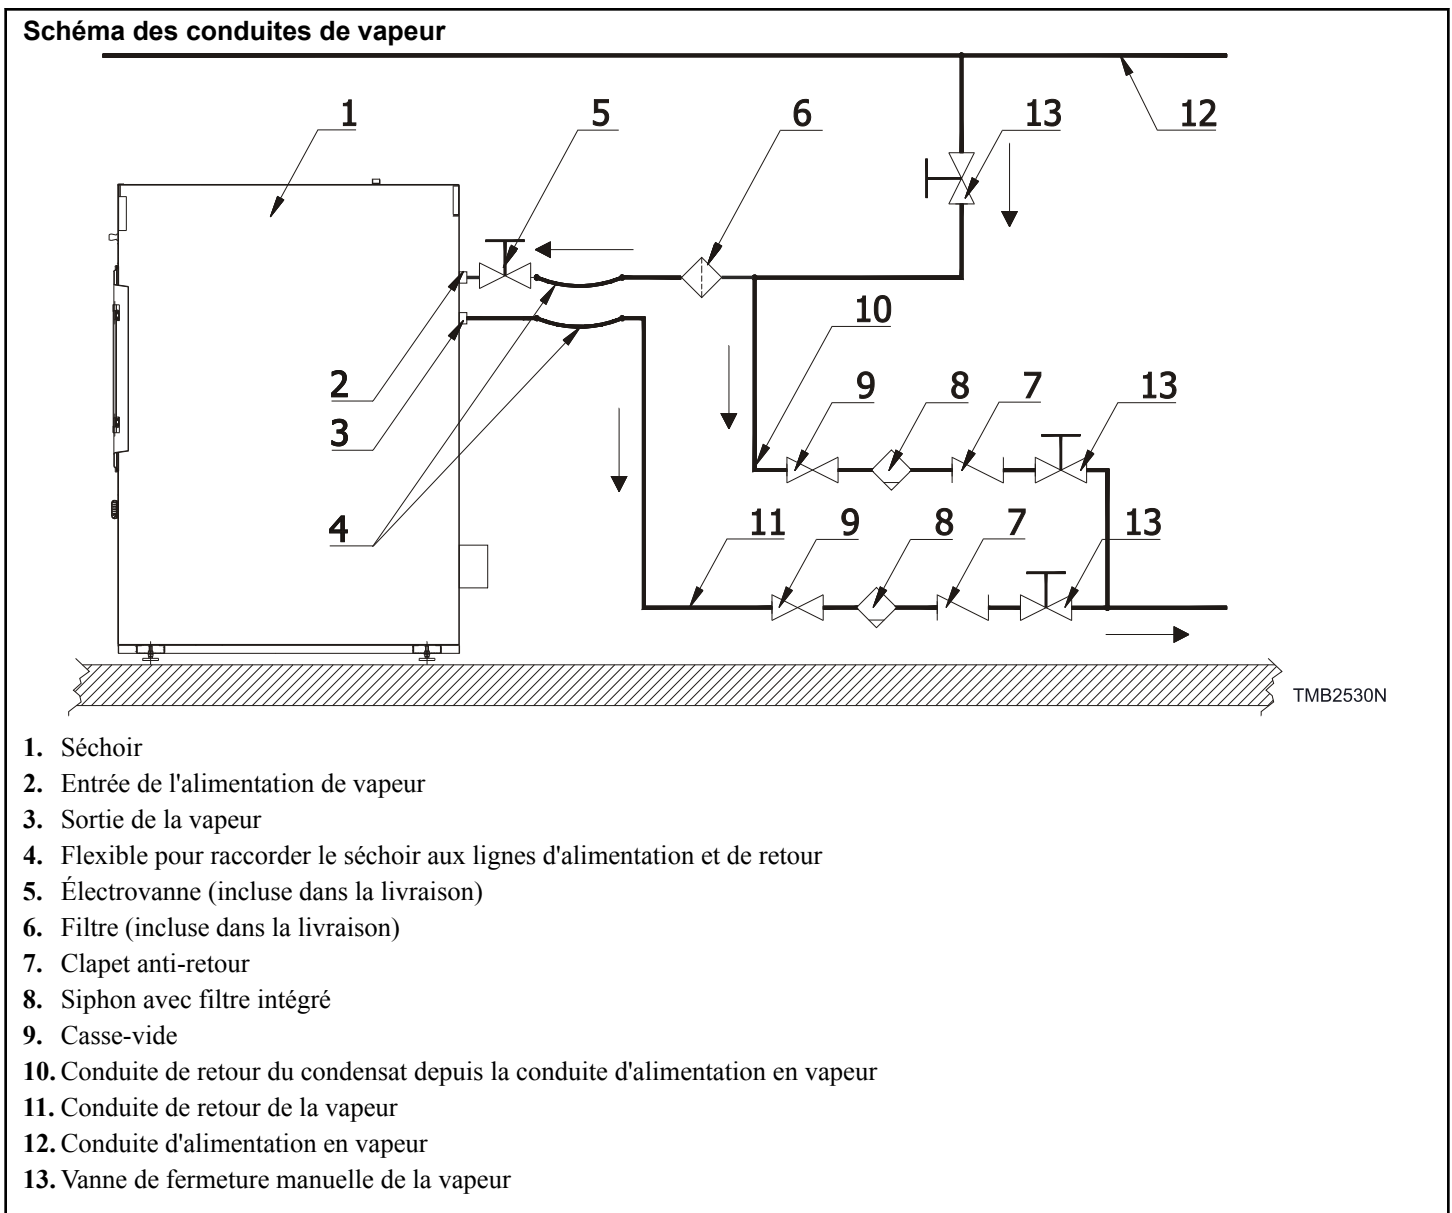

Figure 35
Seule une personne dûment autorisée peut effectuer l'installation de l'alimentation en vapeur. Voir *Figure 35* pour le schéma des conduites d'alimentation en vapeur et de retour de condensat.
1. Suivre le schéma d'installation pour effectuer le raccordement des tuyaux vapeur à l'arrière de la machine. Voir *Figure 35*.